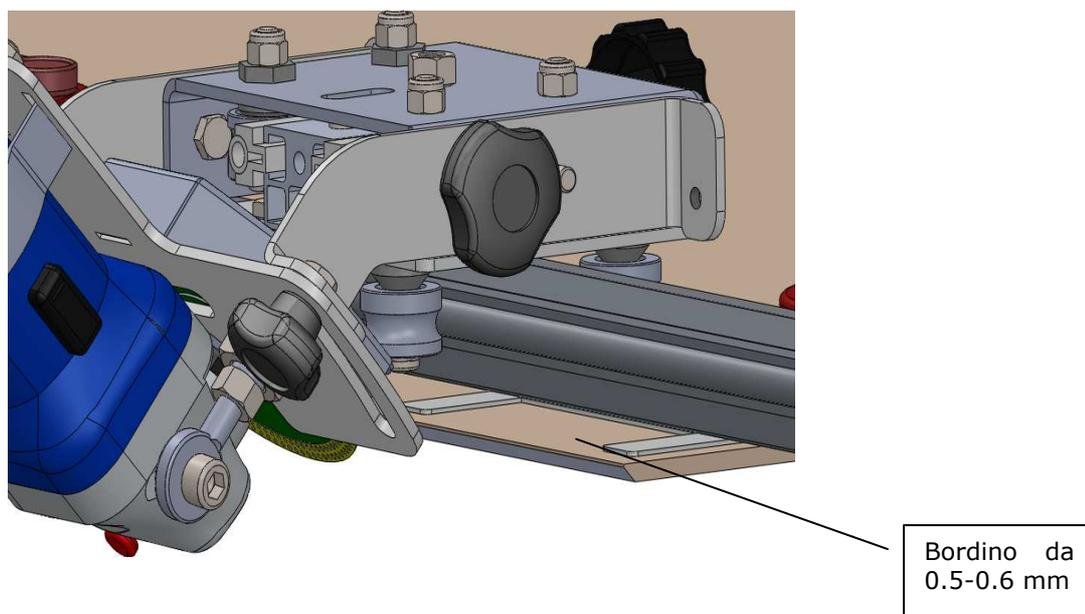

Fig. 6.3.4 Taglio 45° (Jolly)
- 28- Mediante la regolazione millimetrica avvicinare il disco al bordo superiore della piastrella e procedere con il taglio. Per un risultato senza sbeccature occorre lasciare almeno 0,5 mm dal bordo superiore della piastrella al bordo del taglio a 45° (vedi Fig. 6.3.4).